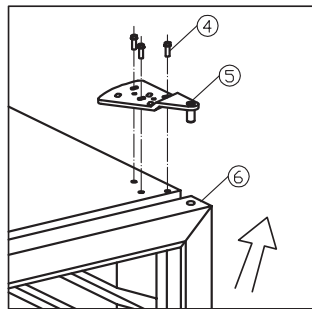
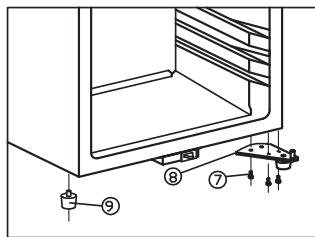

fig. 7.2
fig. 7.3
- Støtt døren mens du løsner og fjerner topphengslet, før du løfter av døren. Se fig. 7.2
- Monter av bunnhengslet (8)
- Monter av den høyre kabinetfoten (9) fra venstre side og monter den igjen på motsatt side. Se fig. 7.3